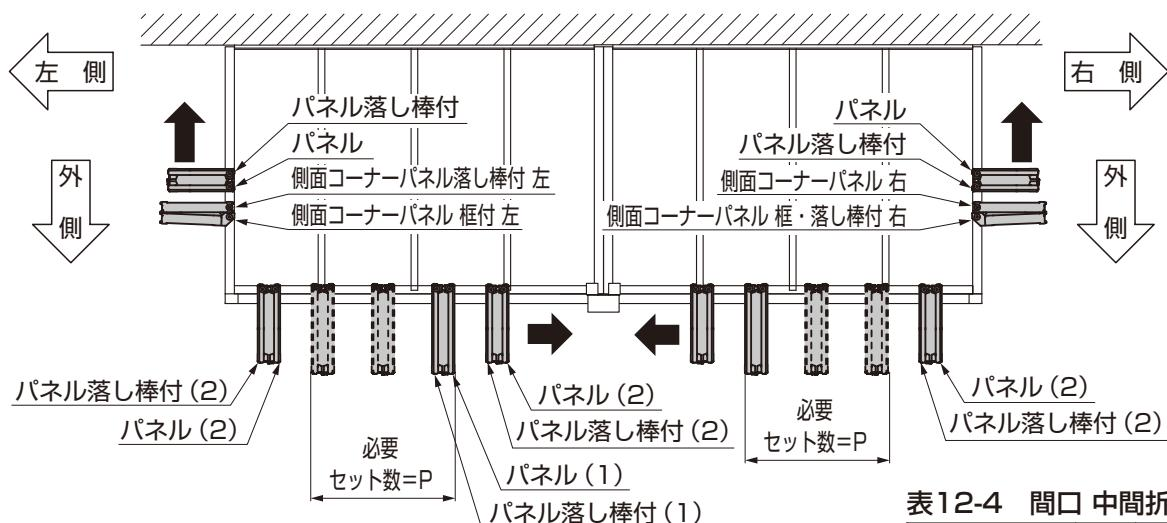

図12-7
- 折戸パネルおよび折戸パネル落し棒付は図12-7の順番に挿入して吊り込んでください。順番を間違えると折戸パネルが正しく機能しません。